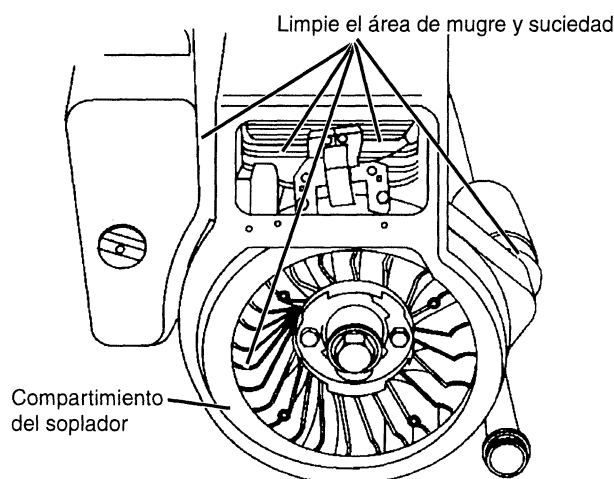

FIGURA 32
- Cada **100** horas de operación (más a menudo en condiciones excesivamente polvosas y sucias), retire el compartimento del soplador y otras cubiertas de enfriamiento (vea la Figura 32). Limpie las aletas de enfriamiento y las superficies externas según se necesite. Asegúrese de volver a instalar las cubiertas de enfriamiento.